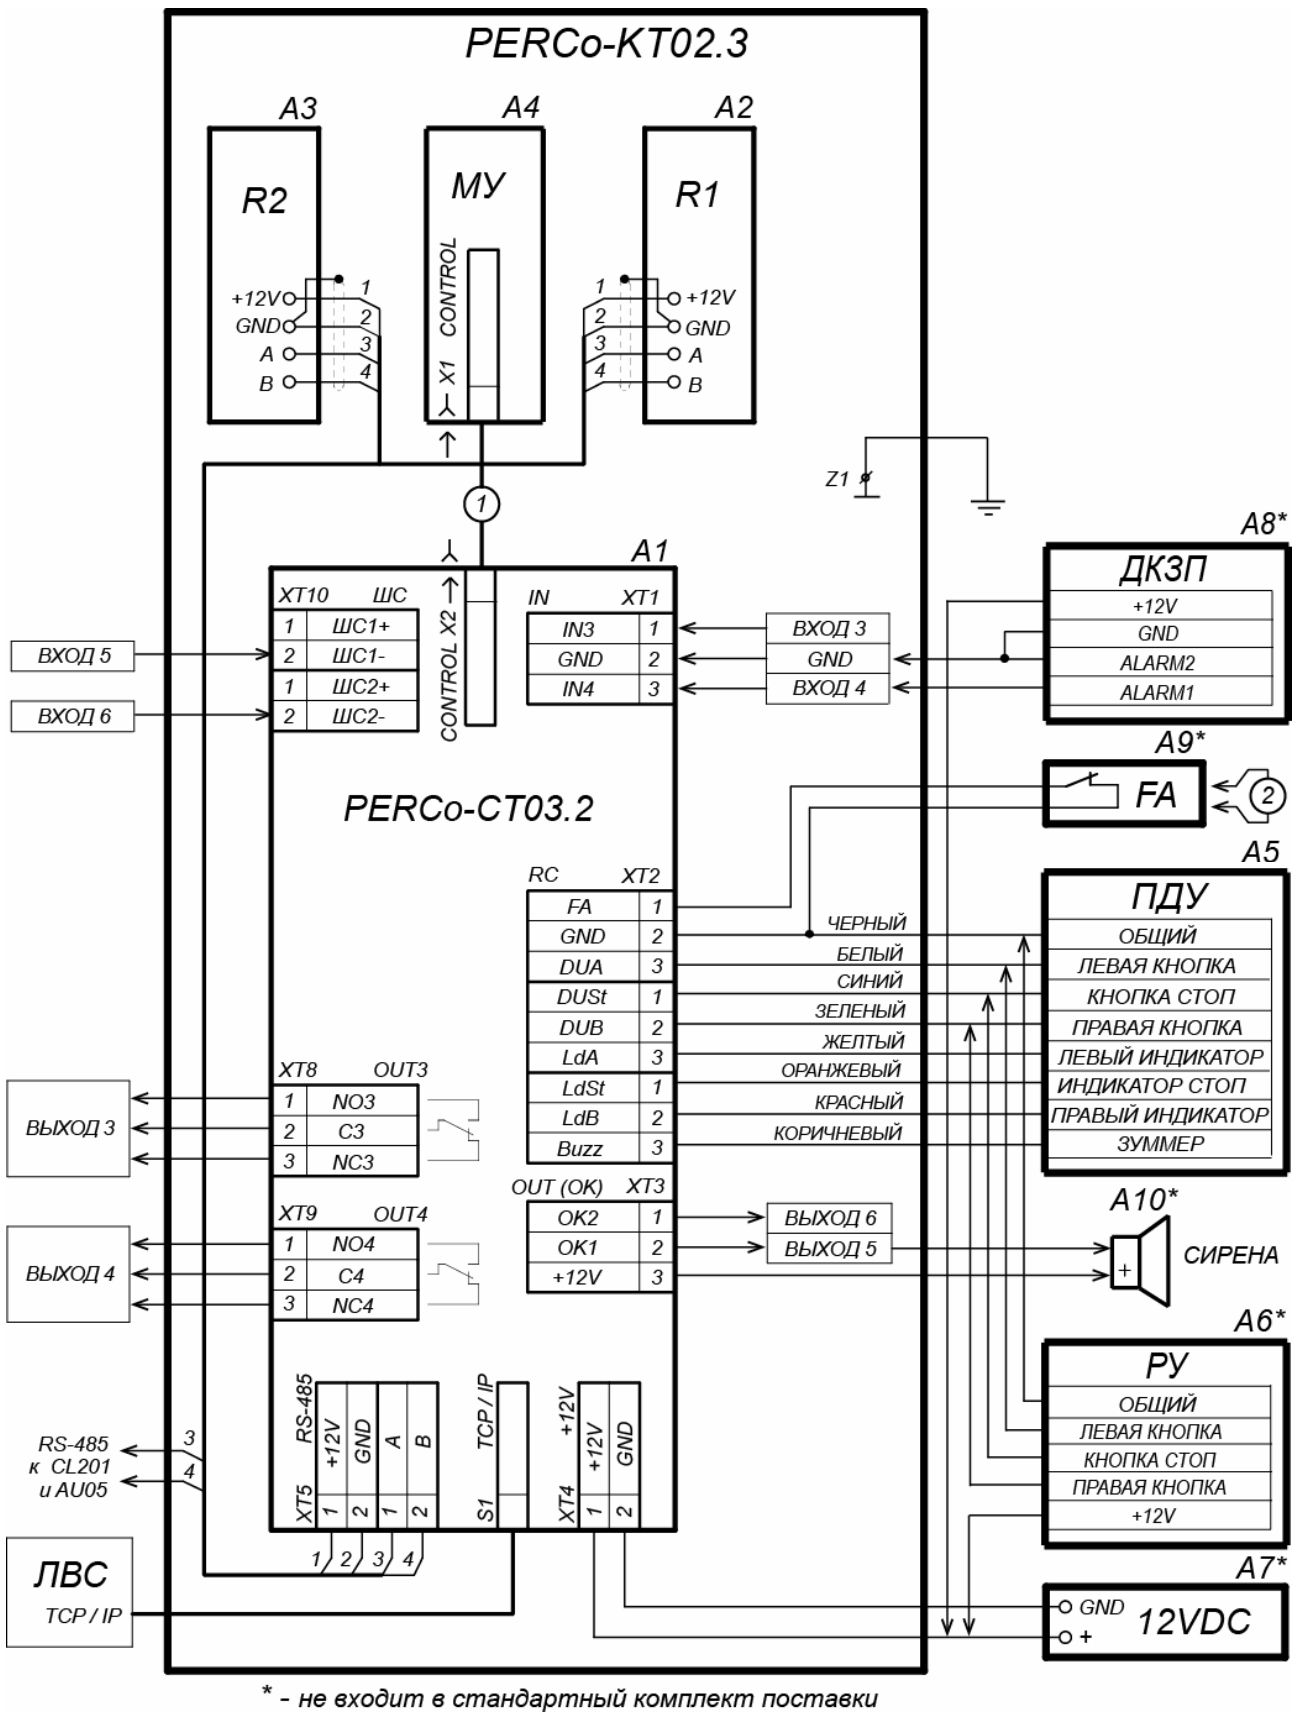

Рисунок 12. Схема подключения ЭП и дополнительного оборудования
Расположение клеммных колодок на нижней плате контроллера ЭП показано на рис. 5, назначение контактов клеммных колодок указано в табл. 1. Схема подключения приведена на рис. 12. Используемые при подключении типы кабелей указаны в табл. 4. При монтаже ЭП придерживайтесь следующей последовательности действий:
- позиционные обозначения А1-А4 и Z – указаны на рис.12
10. Подключите кабель питания (12) к клеммной колодке **XT4** на нижней плате контроллера согласно схеме, приведенной на рис. 12.
11. Подключите кабель (10) ПДУ (9) к клеммной колодке **XT2** согласно схеме, приведенной на рис. 12.
12. Подключите, при необходимости, кабели от других устройств к соответствующим клеммным колодкам нижней платы контроллера согласно схеме, приведенной на рис. 12.